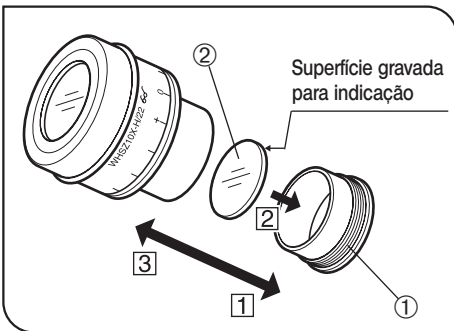
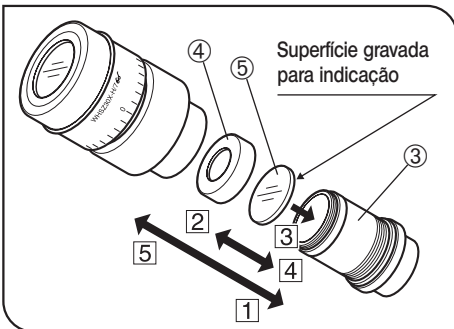

Fig. 5
Fig. 6
**4 Usar o disco do micrómetro da ocular** (fig. 5 e 6)
**WHSZ10X-H/15X-H/20X-H (fig. 5)**
1. Rode o anel de montagem do disco ① da ocular para a esquerda para o retirar.
2. Prepare um disco do micrómetro da ocular ② (24 mm diâm. x 1,5 mm de espessura), limpe o pó e a sujidade da superfície e monte-o no respectivo anel de montagem ① de forma a que a gravação no disco do micrómetro fique virada para baixo.
3. Aperte, com cuidado, o anel de montagem do disco ① incorporando o disco do micrómetro na ocular. Rode o anel para a direita para o apertar com firmeza.
**WHSZ30X-H (fig. 6)**
1. Rode o anel de montagem do disco ③ da ocular para a esquerda para o retirar.
2. Rode o anel de compressão ④ do disco do micrómetro da ocular para a esquerda para o retirar.
3. Prepare um disco do micrómetro da ocular ⑤ (24 mm diâm. x 1,5 mm de espessura), limpe o pó e a sujidade da superfície e monte-o no respectivo anel de montagem ③ com a parte gravada virada para baixo e fixe com o anel de compressão ④.
4. Aperte, com cuidado, o anel de montagem do disco ③ incorporando o disco do micrómetro na ocular. Rode o anel para a direita para o apertar com firmeza.